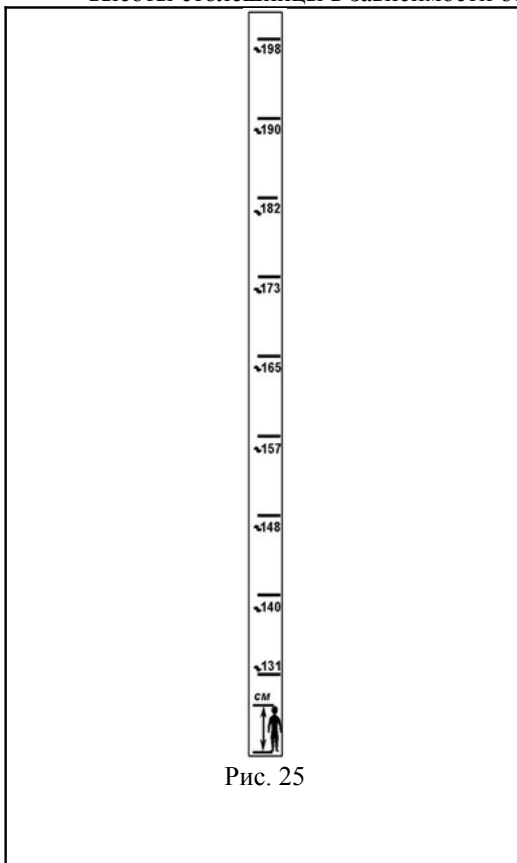

Рис. 25
6.3. На стойках (см. рис. 24, 24А) нанесена шкала, облегчающая выбор настройки высоты столешницы в зависимости от роста пользователя. (Рис. 25).
6.4.1. Повернуть корпус фиксатора на замке стойки против часовой стрелки в положение "открыто" (см. рис. 25), приподнять основание стола вверх (см. рис. 25а, 26), вытащить замок стойки, поднять (опустить) основание стола до
нужной высоты, совместив пазы в кожухе и стойке, вставить замок стойки в совмещенные пазы стойки с кожухом, опустить основание стола до упора, повернуть корпус фиксатора по часовой стрелке в положение "закрыто" (см. рис. 25). **Регулировку стола следует производить одновременно с двух сторон.**